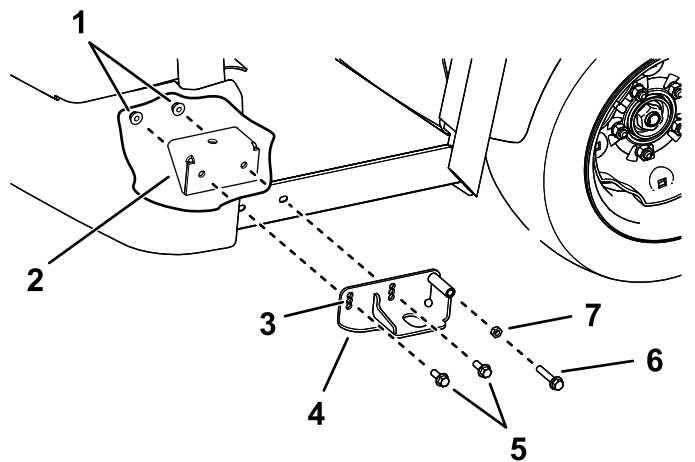

Bild 26
3. Befestigen Sie die linke Befestigung und rechte Befestigung mit zwei Sechskantbundbolzen ($\frac{3}{8}$ " x 1") und zwei Bundmuttern ($\frac{3}{8}$ ") an jeder Seite an den vorderen Kabinenbefestigungshalterungen (Bild 26).
4. Befestigen Sie die Einstellschraube ($\frac{3}{8}$ " x 2") und Sechskantmutter ($\frac{3}{8}$ ") an jeder Seite der Maschine in der linken und rechten Befestigung (Bild 26).
Zentrieren Sie die Kabine mit der Einstellschraube (Bild 26).